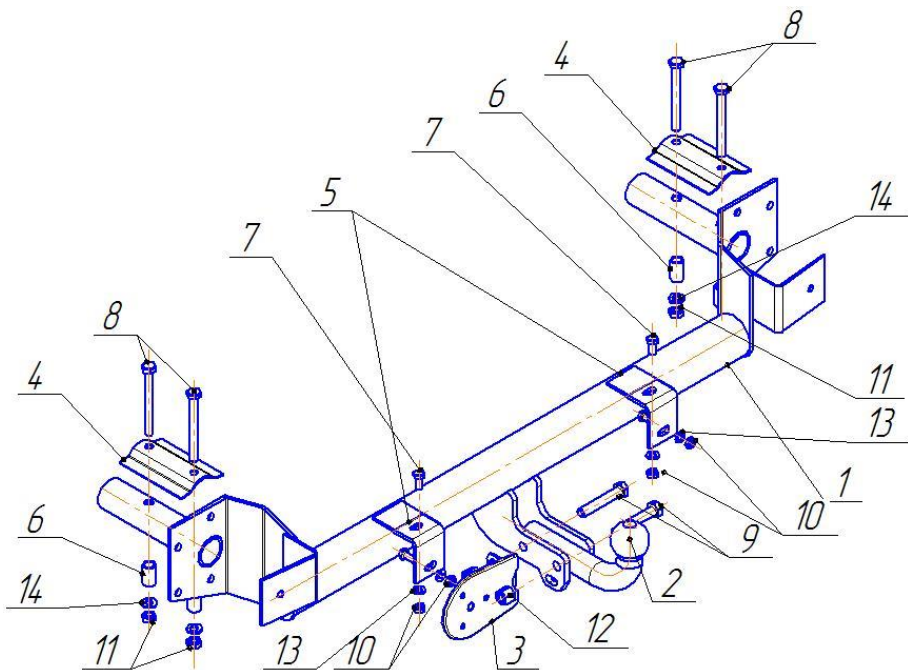

Рис.1 Установка ТСУ на автомобиль
- Демонтировать задний бампер и кронштейны бампера и установить балку ТСУ поз.1 (см.рис.1) в полости лонжеронов и прикрепить ее к задней панели кузова штатными гайкам кронштейнов бампера;